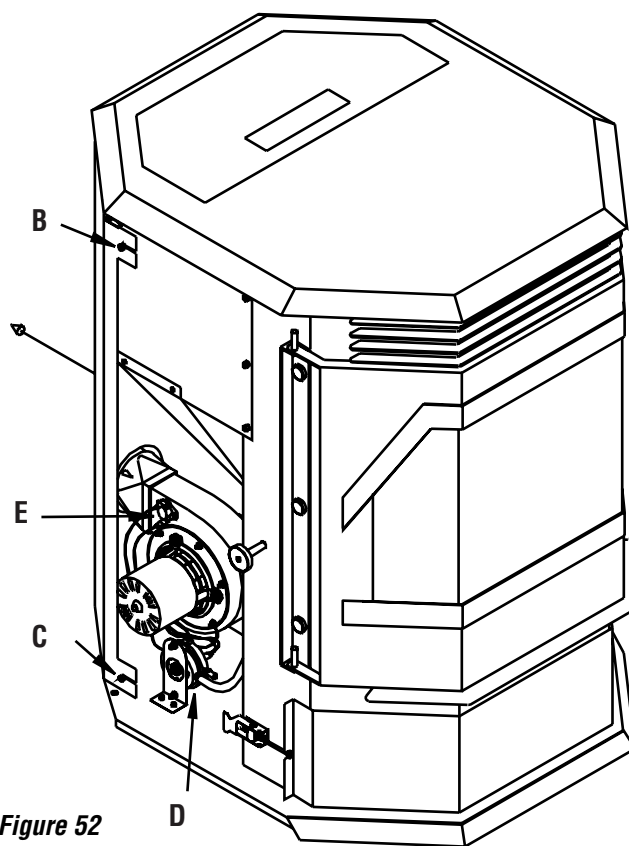

Figure 52
2. Localiser le détecteur sur le ventilateur de combustion (voir **Figure 52**).
3. Desserrer les deux vis indiquées par les repères B et C à la **Figure 52** et recommencer l'opération de l'autre côté du poêle. La face arrière peut alors être tirée en arrière et dégagée du poêle.
Le poêle Winslow PS40 est équipé d'un interrupteur à dépression situé derrière la porte gauche, fixé au socle (voir **Figure 52**, repère D). Si une dépression se crée dans le foyer suite à une fuite, l'ouverture de la porte avant, une évacuation bouchée ou un défaut d'étanchéité dans le tiroir à cendres, cet interrupteur la détecte et déclenche l'arrêt du poêle.
(Fermeture à 60 °C/140 °F) Ce détecteur installé sur le ventilateur de combustion (voir **Figure 52**, repère E) arrête le poêle lorsqu'il ne détecte aucun feu dans la chambre de combustion.